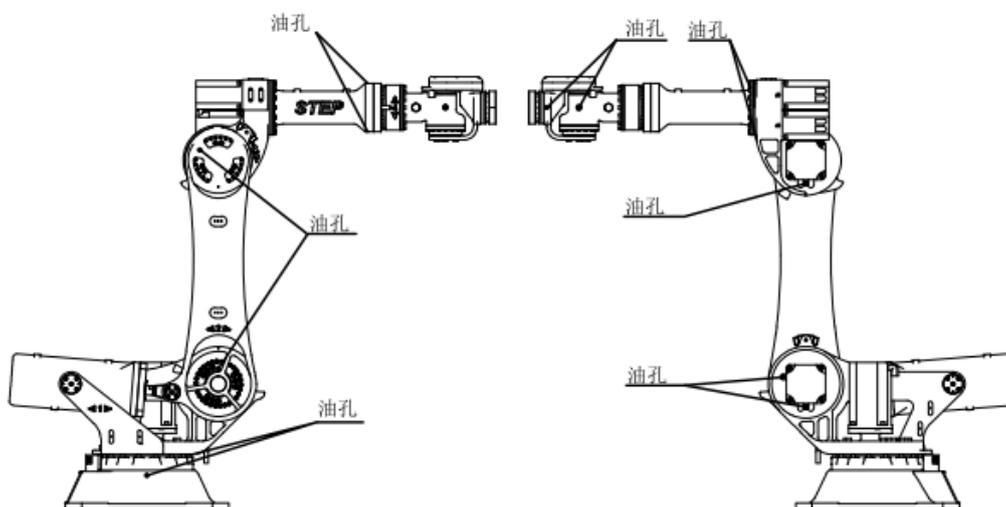

图 4.10 SR210 各轴加排油脂孔位置
4.9 所示；SR210 各轴加排油脂孔位置如图 4.10 所示。